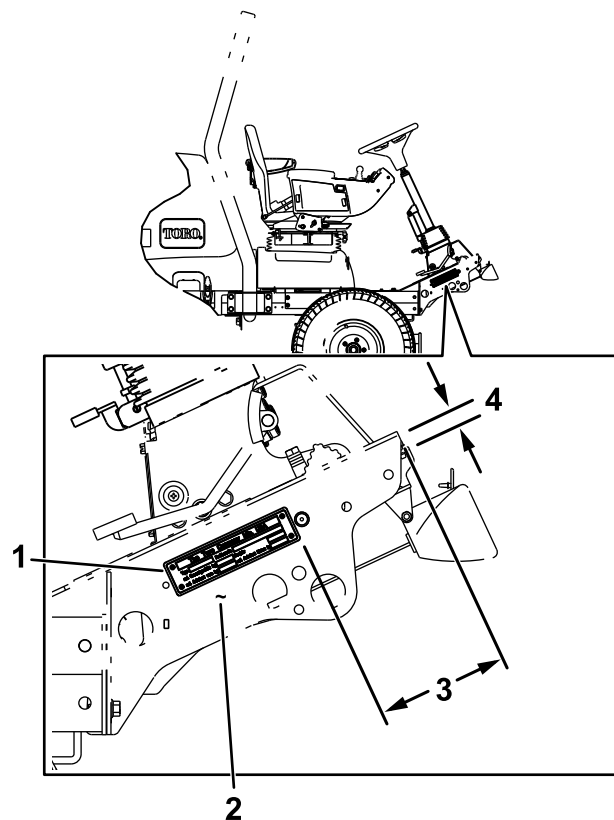

Figura 25
4. Fissate la targa del numero di serie sul lato destro della macchina, 6 mm sopra il bordo inferiore (Figura 25). Utilizzate la targa del numero di serie come riferimento e praticate 4 fori (3 mm).
6. Applicate il numero di serie sul telaio, accanto alla targa del numero di serie (Figura 25).